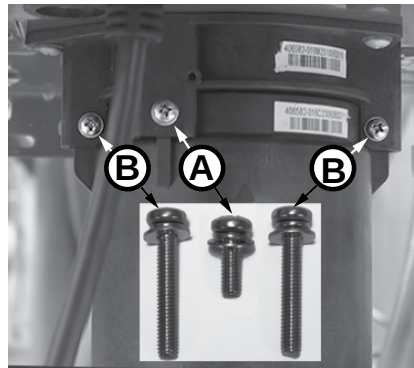

Figura 201 - Identifique los tornillos del cartucho.
- 5 Ubique los tres (3) tornillos que fijan el cartucho X3®/de derivación, como se muestra en la Figura 201. Retire el tornillo (A) M4-12 mm y los dos tornillos (B) M4-25 mm del cartucho. Deje los tornillos a un lado en un lugar seguro para volver a instalarlos.